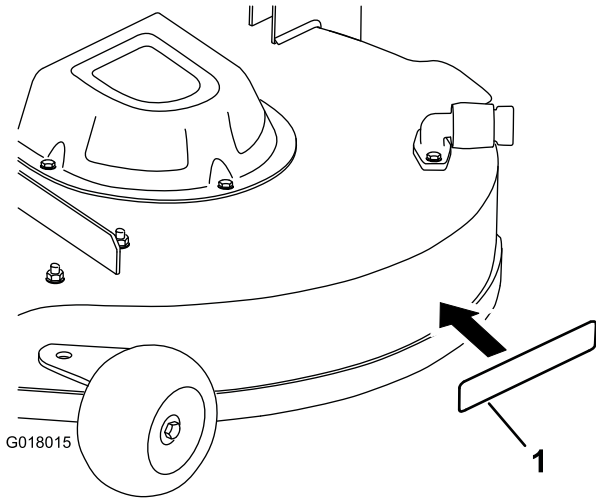

Figure 6
17. Collez l'autocollant à l'emplacement indiqué à la Figure 6.
- C. Ôtez la pellicule de protection au dos de l'autocollant, puis placez l'autocollant à l'endroit prévu (Figure 6).